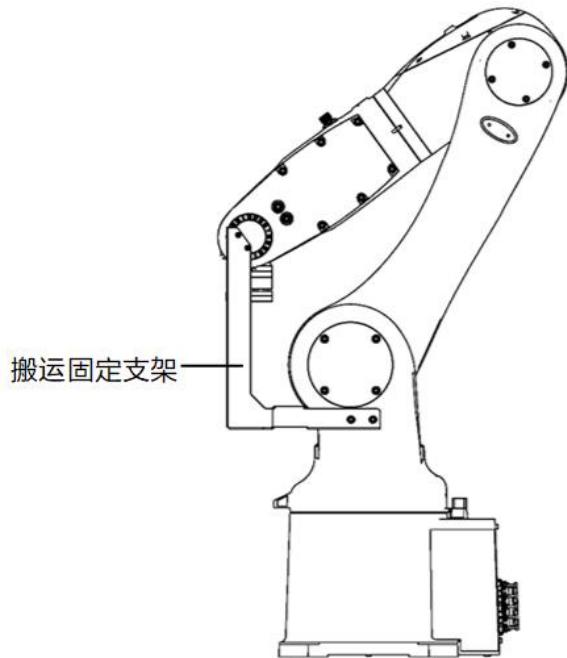

图 3-3 AIR7-920C 型操作机搬运位姿图
AIR7-920C 操作机搬运时位姿图如图 3-3 所示。
- 操作机在长距离或有较强振动的运输条件下, 需要安装图 3-3 中的搬运固定支架, 防止过度的运输振动造成机械损伤。搬运固定支架在出厂包装中提供, 请妥善保管, 以便二次运输时使用。